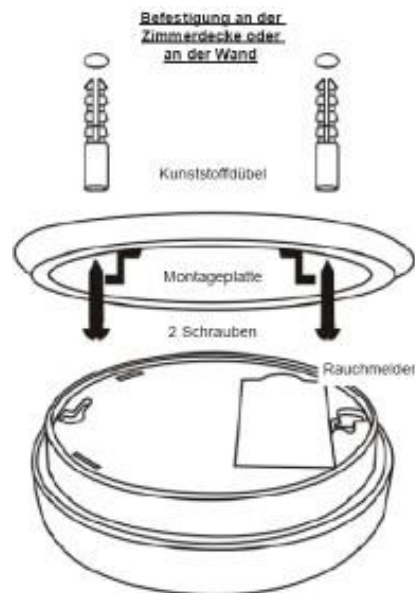

Fig. 7
- Posizionare la piastra di montaggio nella posizione corretta e fissarla con le viti nei tasselli (Fig. 7).